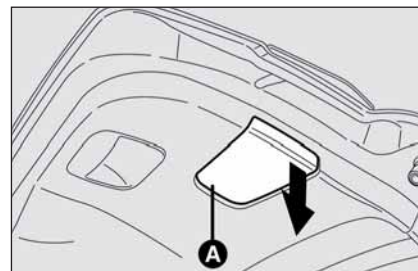
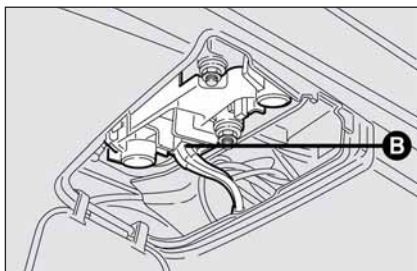

fig. 29
fig. 30
- ☐ empuje hacia abajo la tapa **A**-fig. 29 y desenchufe el conector eléctrico **B**-fig. 30;